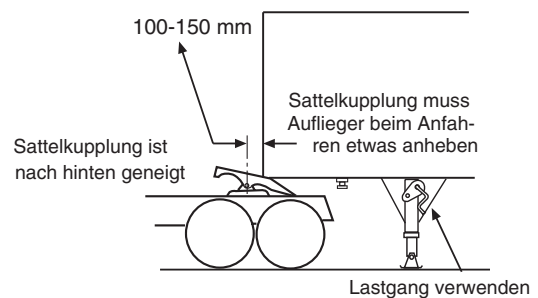

Abb. 2
3. Stellen Sie die Aufliegerhöhe, bzw. den Hubarm der Zugmaschine so ein, dass die Sattelkupplung den Auflieger beim Einfahren leicht anheben muß. Die Vorderkante der Aufliegerplatte sollte die Sattelkupplung ca. 100-150 mm hinter der Drehachse berühren (Abb. 2).